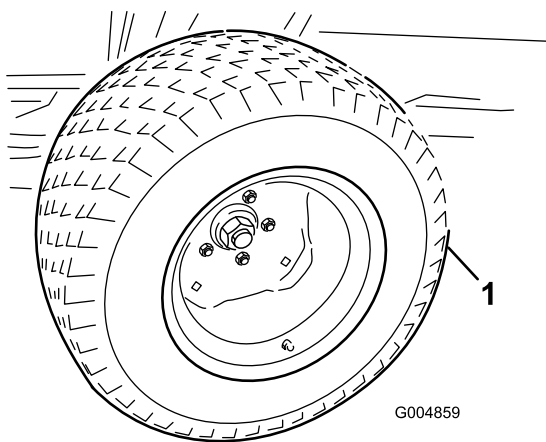

Figura 109
31. Con il telaio invernale contro il telaio posteriore, sollevate il martinetto a sufficienza per rimuovere gli pneumatici delle ruote motrici estivi (Figura 109).